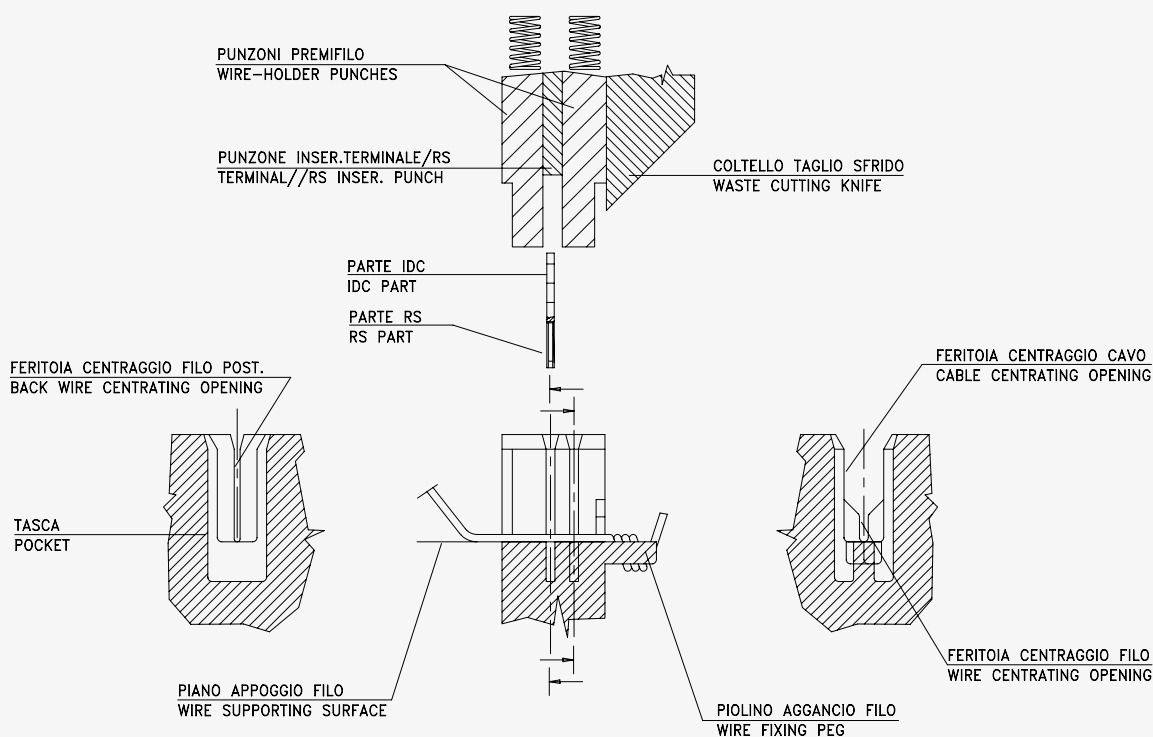
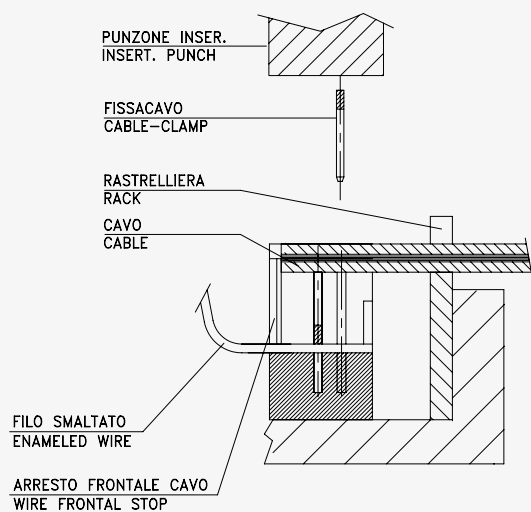
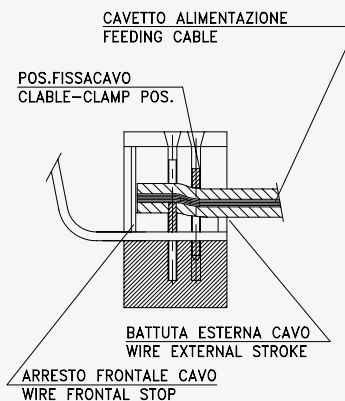

Fig. 5
Fig. 6
Fig. 7
A – Nel caso in cui si utilizzi una connessione RS/IDC l'applicazione è realizzata mediante l'impiego di due macchine inseritrici (una per terminali "RS-IDC", una per terminali FISSACAVO). In tutte le altre tipologie è sufficiente una macchina e l'uscita dei cavi di alimentazione può essere interna o esterna rispetto all'avvolgimento del motore. Nella prima fase la connessione tra filo e terminale avviene sulla parte inferiore dell'articolo "RS-IDC" (fig. 5) mentre nella seconda la connessione dei cavetti avviene nella parte superiore dell'IDC precedentemente applicato, tramite il bloccaggio con fissacavo (fig. 6). Il risultato finale è quello di fig. 7.
A – If a connection RS/IDC is used, the application is performed by means of two inserting machines (one for terminal "RS-IDC", one for cable fastening terminal). In all the other cases a machine is enough and the exit of the feeding cables can be internal or external to the motor winding. During the first phase, the connection between wire and terminal is on the inferior part of the item "RS-IDC" (fig. 5) while during the second phase the cables connection is on the superior part of the IDC applied precedentely, by a blocking performed through the cable fastening (fig. 6). The final result is the one shown in figure 7.
- their blocking by means of two wire-holder punches (see fig. 5);
Nella connessione con i cavetti nella parte superiore dell'articolo "RS-IDC", questi devono essere posizionati sulla battuta frontale del connettore (fig. 6) e bloccati sull'apposita rastrelliera per garantire un ancoraggio sicuro durante la movimentazione dello statore nella fase di inserimento del fissacavo. Qualora sia richiesta la connessione di cavetti
In the connection with cables in the upper part of the article "RS-IDC", these must be placed on the frontal stroke of the connector (fig. 6) and blocked on the apposite rack to guarantee a safe anchoring during the stator movement during the cable-clamp insertion. In some cases, anyway, it may be required the connection of cables in the lower part (for example protective